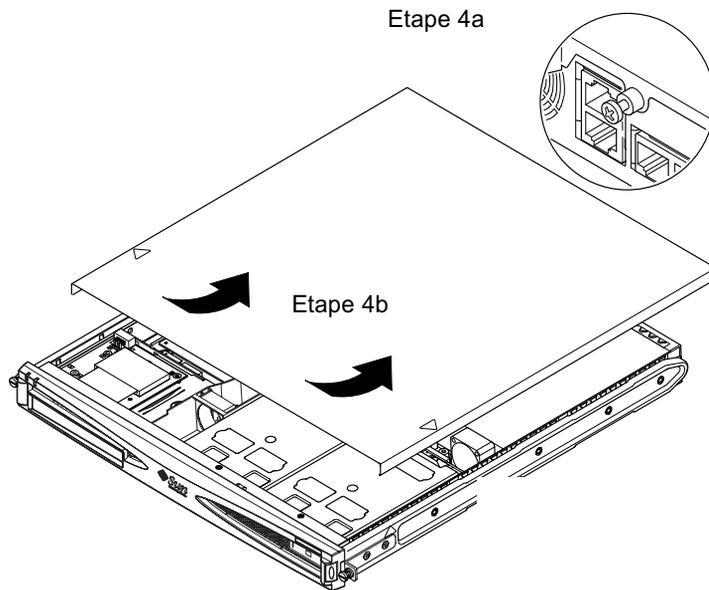

FIGURE 4-3 Retrait du boîtier supérieur
4. Retirez le boîtier supérieur du serveur (voir la FIGURE 4-3) :
- a. Retirez les vis de fixation à l'arrière de l'unité, sur la partie centrale (voir la FIGURE 4-3).
- b. Faites glisser le boîtier supérieur et retirez-le en le soulevant (voir la FIGURE 4-3).